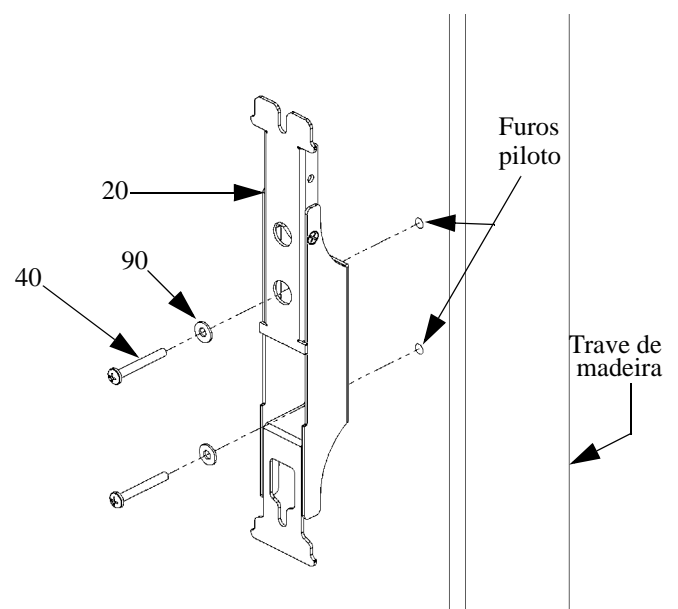

Figura 7. Instale o suporte de parede de caixa acústica em trave de madeira
2. Usando o suporte de parede de caixa acústica (20) como gabarito, nivele a unidade e marque o local dos dois furos de montagem.
3. Faça dois furos piloto para ancorar o suporte de parede. Se estiver furando traves de madeira, use uma broca de 3 mm (1/8 pol.) (consulte a figura 7).
4. Usando dois parafusos para madeira n.º 10 (40) e duas arruelas n.º 10 (90), instale o suporte de parede na parede.
5. Repita o procedimento para instalar o segundo suporte de parede de caixa acústica (20).